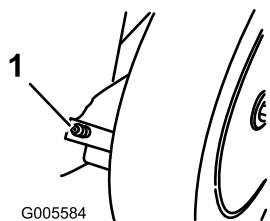

Figura 17
5. Limpie con un trapo limpio los puntos de engrase (Figura 17).